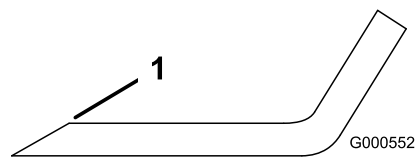

Figure 60
1. Au moyen d'une lime, aiguissez les tranchants aux deux extrémités de la lame (Figure 60).
**Remarque:** Si la lame est déséquilibrée, limez un peu l'extrémité de l'ailette seulement (Figure 60).